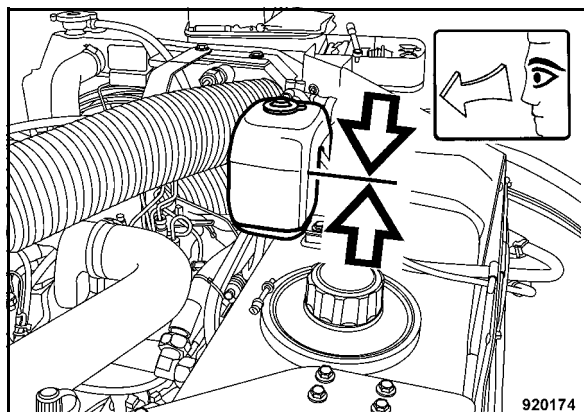

Fig. 137
- Rellenar con líquido refrigerante hasta el nivel llega a la marca MAX (Fig. 137).